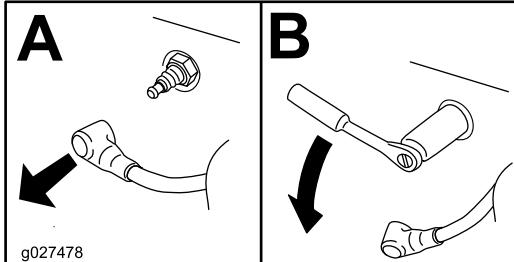

Figure 70
4. Localisez et retirez la ou les bougies comme montré à la Figure 70.